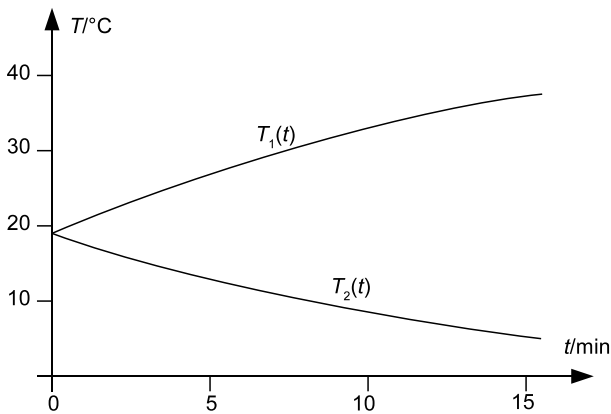

Abbildung 3: Beispiel für die zeitliche Änderung der Temperaturen  $T_1$  und  $T_2$
3. Tragen Sie  $T_1$  und  $T_2$  in einem gemeinsamen Diagramm über der Zeit auf, und legen Sie „per Hand“ glatte Kurven durch ihre Messwerte (Abb. 3).